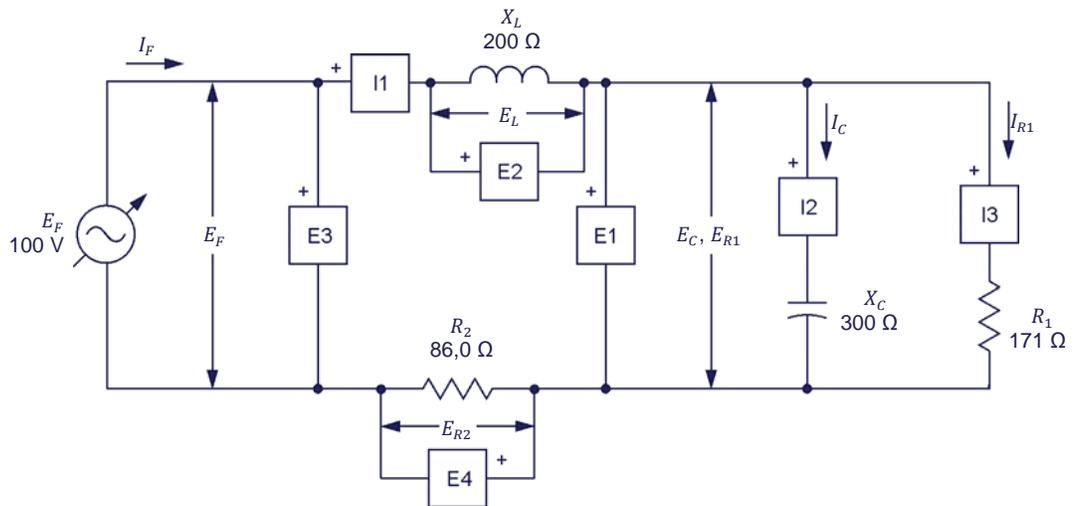

Figura 4-9. Circuito ca con dos resistores, un inductor y un condensador y configuración requerida para el análisis del circuito.
6. Monte el circuito mostrado en la figura 4-9.
8. Resuelva el circuito de la figura 4-9 utilizando el método del triángulo de potencias. Asuma que la tensión del condensador E_C ($E_C = E_{R1}$) es igual a 50,0 V.